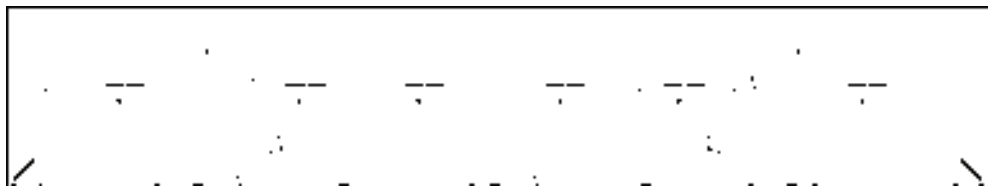

图 14-91 绘制阳台
11) 重复上述操作，继续绘制阳台，结果如图 14-91 所示。